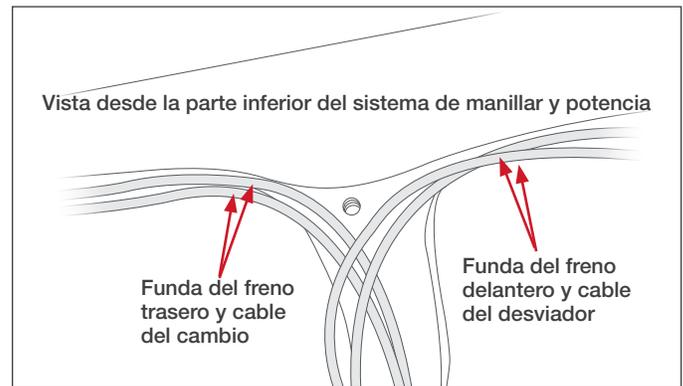

Figura 1
2. Comprueba que el guiado del cable es correcto (los cables se cruzan por debajo de la potencia). Ver figura 1.